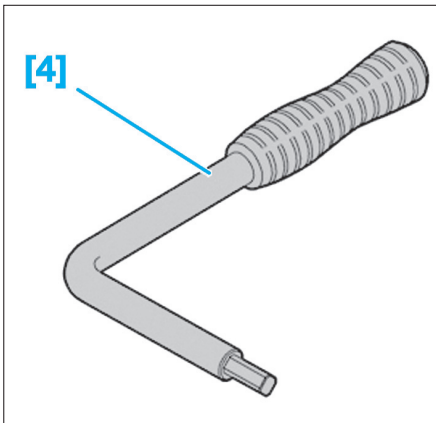

Fig. 8
- [4]. Clé d'ouverture des pivots (Ref. Facom DS12) (Fig.8).